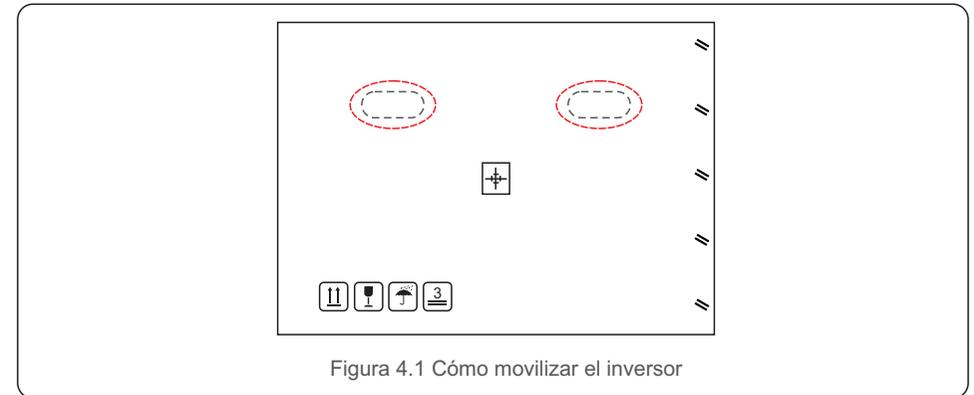

Figura 4.1 Cómo movilizar el inversor
1. Los círculos rojos que se muestran en la figura indican pestañas troqueladas en la caja de embalaje de producto. Empuje las pestañas hacia adentro para formar asas que le permitirán movilizar el inversor (consulte la Figura 4.1).